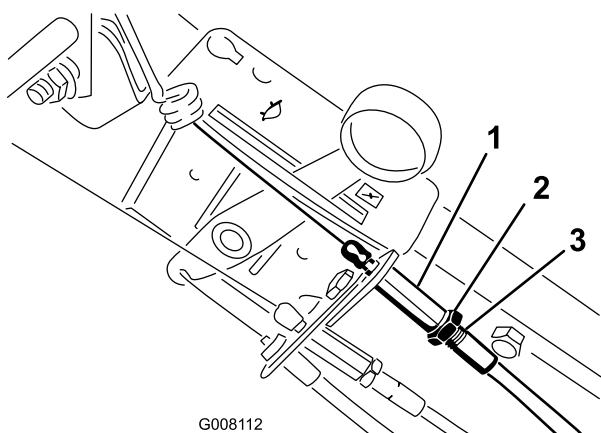

Figura 27
4. Vuelva a ajustar el cable en el manillar de manera que quede expuesta una longitud de 1/4 pulg. (6 mm) de la rosca, y apriete la tuerca (Figura 27).
Nota: La distancia de extensión del muelle debe ser de 7,4 a 7,9 mm (0,290 a 0,310 pulg.). Puede ser necesario regular el ajustador del cable para obtener esta dimensión (Figura 27).